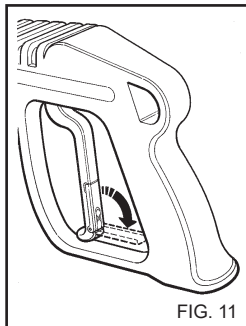

FIG. 11
- Når rengjøringsmaskinen ikke er i bruk må sikkerhet-sanordningen på håndtaket lukkes (fig 11).